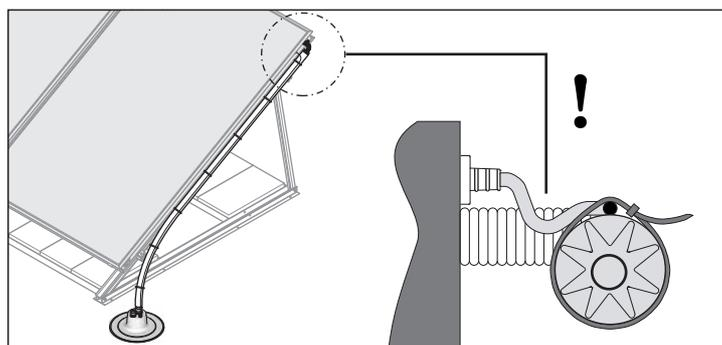

Fig. 3-41 Paso de trabajo 3 -
3. Tender el cable de silicona del sensor de temperatura del colector hasta la canaleta (con arco escurridor) y fijarlo con abrazaderas al conductor de conexión de impulsión (fig. 3-41).
- A la hora de tender el cableado, asegurarse de que no entre agua de lluvia en el punto en que se encaja el sensor (con arco escurridor tendido véase fig. 3-41).